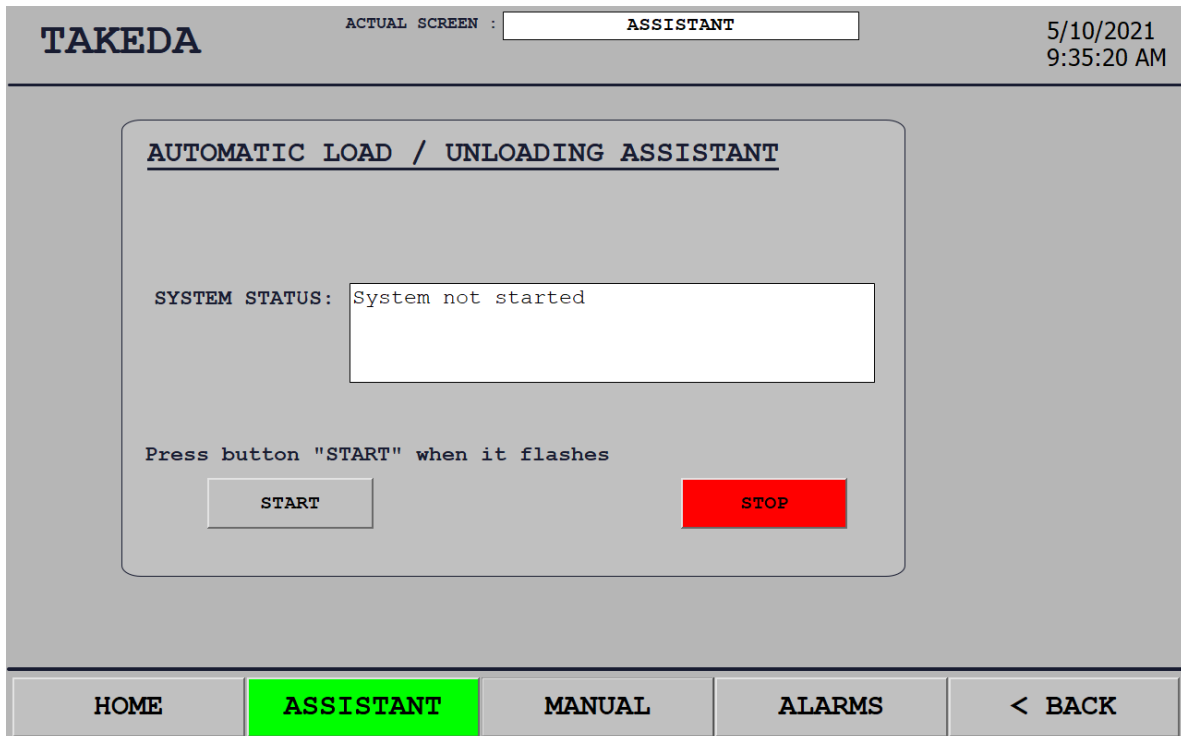

Abbildung 7.4 Bildschirm „Assistant“
- 3) Wurde der Auflieger korrekt angedockt, wird der Bildschirm „Assistant“ aktiviert. (siehe Abbildung 7.4)
Über diesen Bildschirm kann der Transport jederzeit gestartet oder angehalten werden. (siehe Abbildung 7.4 auf Seite 33)